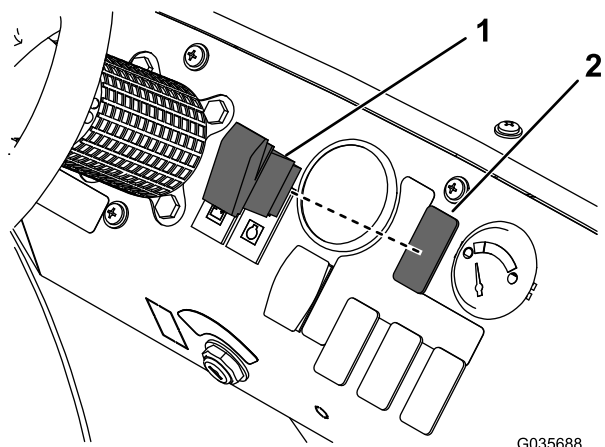

Bild 4
9. Nehmen Sie die Abdeckung vom Armaturenbrett ab (Bild 4).
10. Setzen Sie den Schalter in das Loch ein (Bild 4).